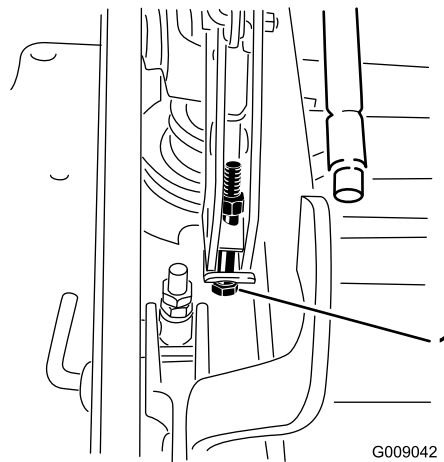

Figure 85
15. Si le tablier est trop bas, serrez le boulon de réglage monopoint dans le sens horaire. Si le tablier est trop haut, desserrez le boulon de réglage monopoint dans le sens antihoraire (Figure 85).